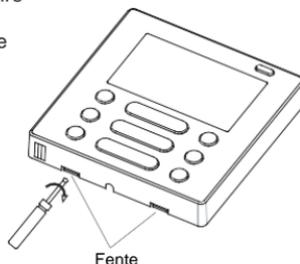

Fig. 3-4
- Insérez un tournevis plat dans les fentes dans la partie inférieure de la télécommande filaire (2 endroits), et retirez la partie supérieure de la télécommande filaire. (Fig.3-4)